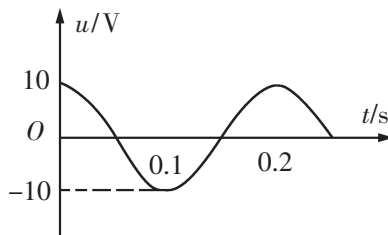

图 2-2
3. 一交变电流的电压随时间变化的图象如图 2-2 所示，由图可知电压的峰值为 \_\_\_\_\_ V，有效值为 \_\_\_\_\_ V，周期为 \_\_\_\_\_ s，频率为 \_\_\_\_\_ Hz，电压的瞬时值表达式为  $u =$  \_\_\_\_\_。